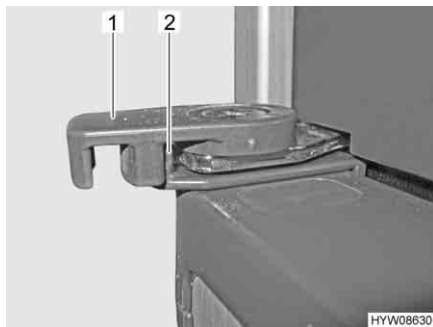

Bild 73 Arretierung der Kühlschranktür in Verriegelungsstellung
**Öffnen:** ■ Verriegelung (Bild 73,1) nach außen drehen.
■ Verriegelung (Bild 73,1) zur Kühlschrankmitte drehen. Die innere Aussparung der Verriegelung muss dabei über die Verriegelungsnase (Bild 73,2) gefahren werden.